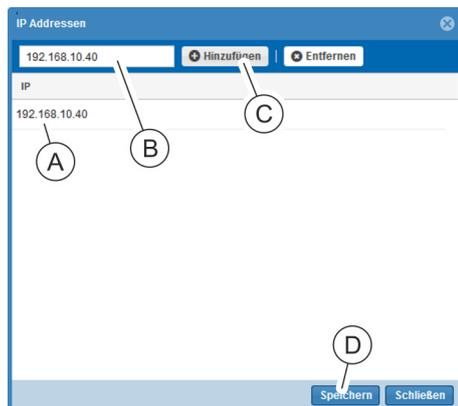

Abb. 43: Fenster "IP-Adressen"
⇒ Es öffnet sich das Fenster "IP-Adressen" (Abb. 43).
- 18. Im Textfeld eine IP-Adresse (Abb. 43/ⓐ) eingeben und über die Schaltfläche „Hinzufügen“ (Abb. 43/ⓒ) der Liste (Abb. 43/ⓑ) hinzufügen.
- 19. Nach erfolgter Eingabe das Fenster über die Schaltfläche „Speichern“ (Abb. 43/ⓓ) schließen.